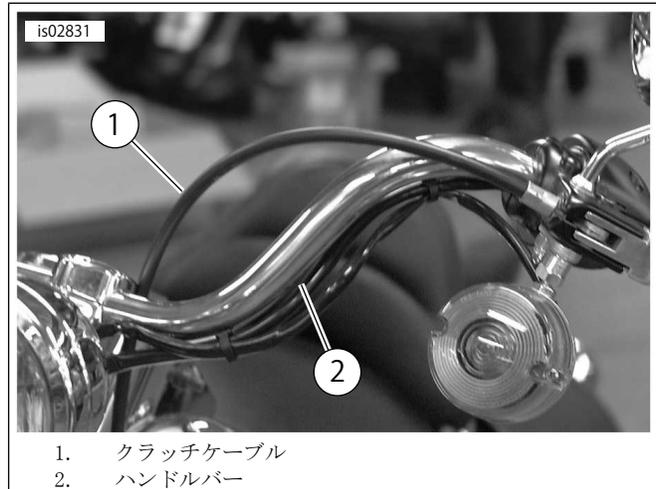

図1。クラッチケーブルの取り回し
1. 「図1」を参照してください。次の手順でクラッチケーブル(1)の位置をハンドルバー(2)の内側に変えます: